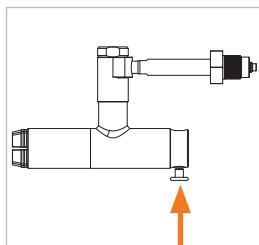

Figure 6
- ▶ Appuyer sur le bouton de soupape (pos. 4) (*Figure 6*). Les mâchoires de serrage s'ouvrent.
- ▶ Insérer le connecteur, avec le bouton de soupape (pos. 4) et le placer dans l'axe et en butée sur la pièce d'essai. Le joint frontal est ainsi préservé des dommages causés par d'éventuels bords saillants sur la pièce d'essai et sur le connecteur et le bon raccordement est garanti.